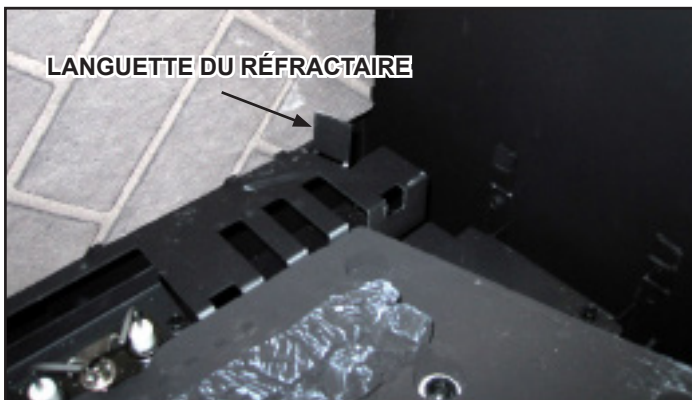

Figure 10.7 Placer le réfractaire latéral droit
2. Placez le panneau latéral droit en insérant l'avant (côté le plus grand) dans le coin avant de la boîte à feu, puis en appuyant le côté étroit contre la languette du réfractaire. Voir figure 10.7.